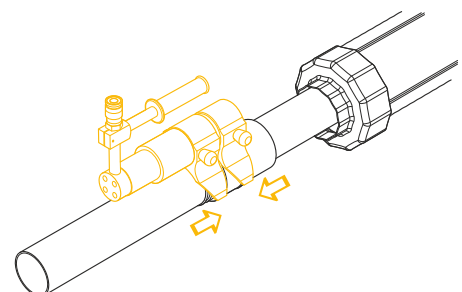

Рис. 4.5.11
12. При помощи гидравлического насоса произвести запрессовку пресс-фитинга (рис. 4.5.11).